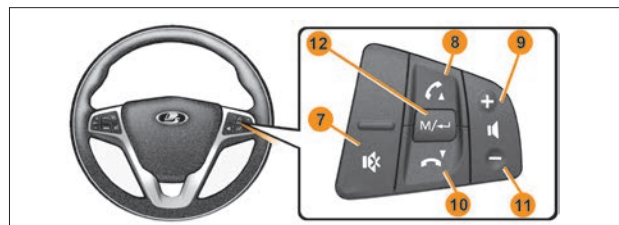

Рис. 2. Блок управления мультимедийной системой
- выключатель «**M/←**» – выбор источника (радио/USB/SD), (рис. 2, п. **12**);